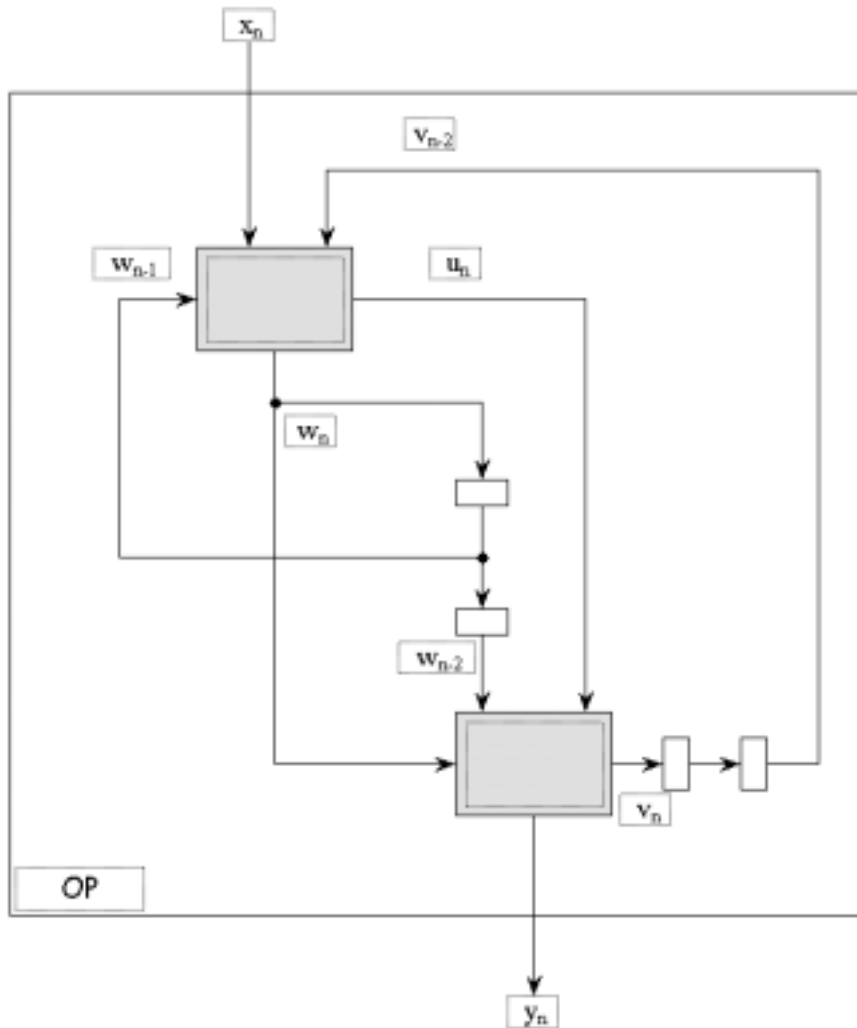

Figure 3
- 3) On considère à présent le détail de l'opérateur OP. Sa structure est donnée dans la figure 3. On ignorera le contenu et la fonctionnalité des sous-opérateurs représentés en grisé. On considérera leur temps de propagation (entre n'importe quelle entrée et n'importe quelle sortie) égal à 20 ns.